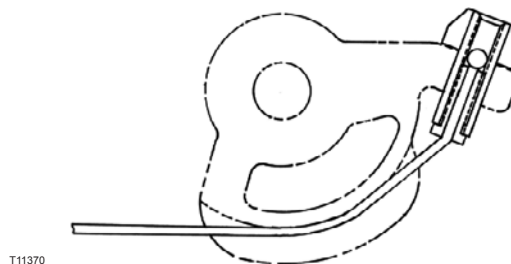

Figure 4. Fixation du câble P314
**P314** – Sur les soupapes C404-32, insérer le câble dans l'orifice du levier de commande jusqu'à ce que la portion du fusible soit logée complètement dans l'orifice (voir la figure 4). Veillez à ce que le câble soit acheminé dans la fente du levier de commande.
Faire pivoter à la main le levier de commande de la soupape jusqu'à la position représentée représentée figure 4. Dans cette position, la came de la soupape entre juste en contact avec la tige de la soupape, et le câble peut être fixé à la poignée de commande à distance. Vérifier que la soupape se ferme correctement et que le levier de commande revient dans sa position d'origine. Il doit y avoir un peu de mou dans le câble.